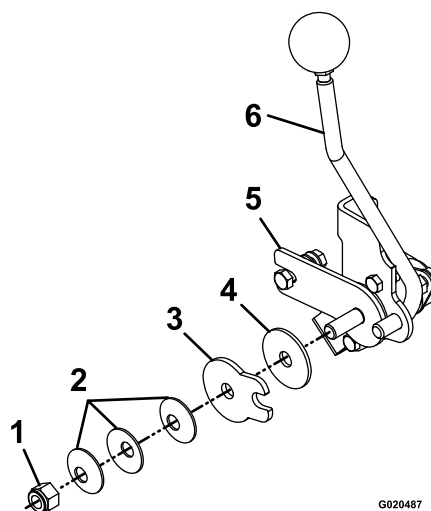

Figure 56
3. Pour régler la tension, réglez l'écrou de pivot situé au bout de l'arbre de commande de déplacement, devant la console droite (Figure 56).